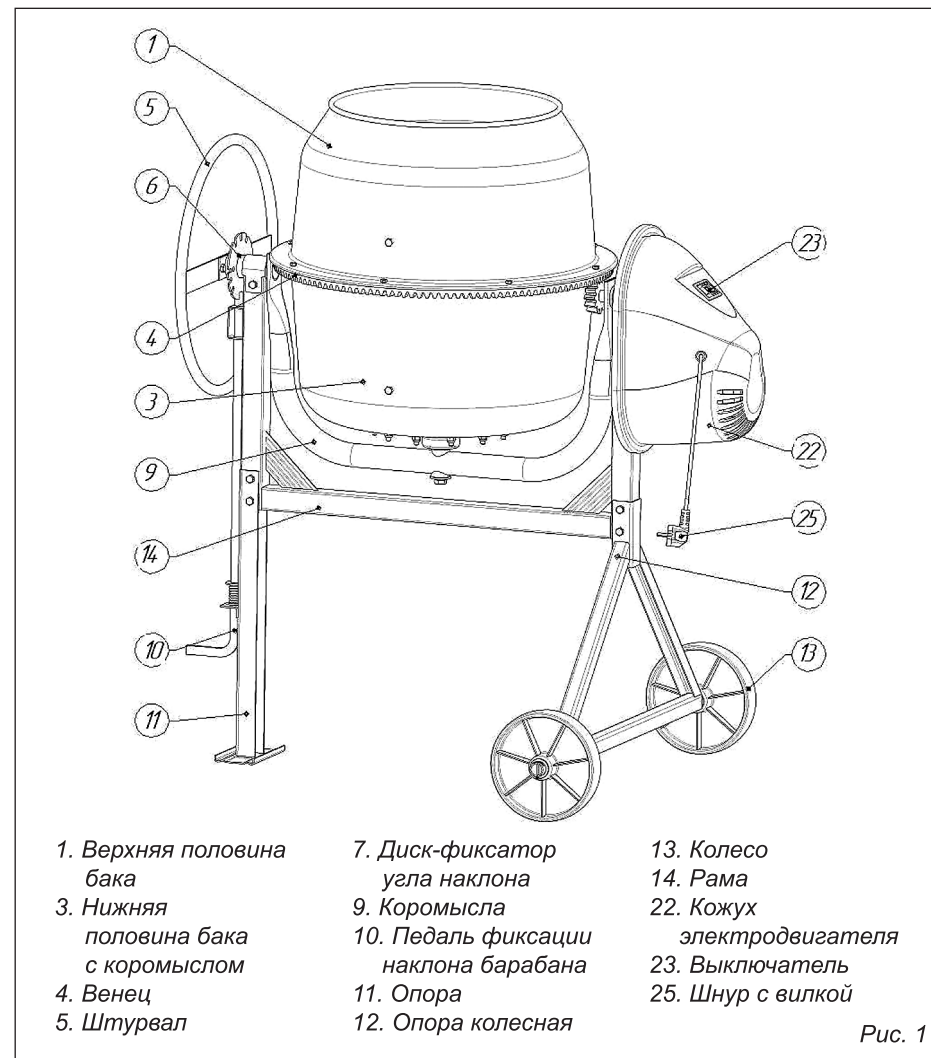

Рис. 1
- Нажать на зеленую кнопку включателя **10** (см. рис. 1) расположенную на защитном кожухе электродвигателя.
- Для завершения работы нажмите на красную кнопку выключателя (см. рис. 1) на защитном кожухе двигателя бетоносмесителя.